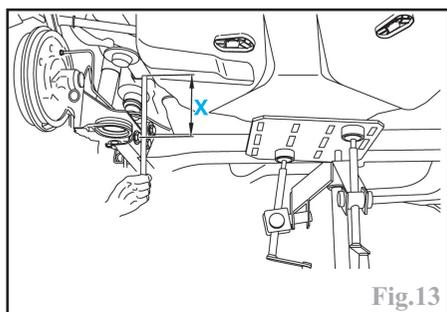

Fig.13
Lever le train arrière jusqu'à mesurer la cote (X) = 160 mm, entre le centre de la vis de fixation inférieure de l'amortisseur et le dessous du longeron (Fig.13).